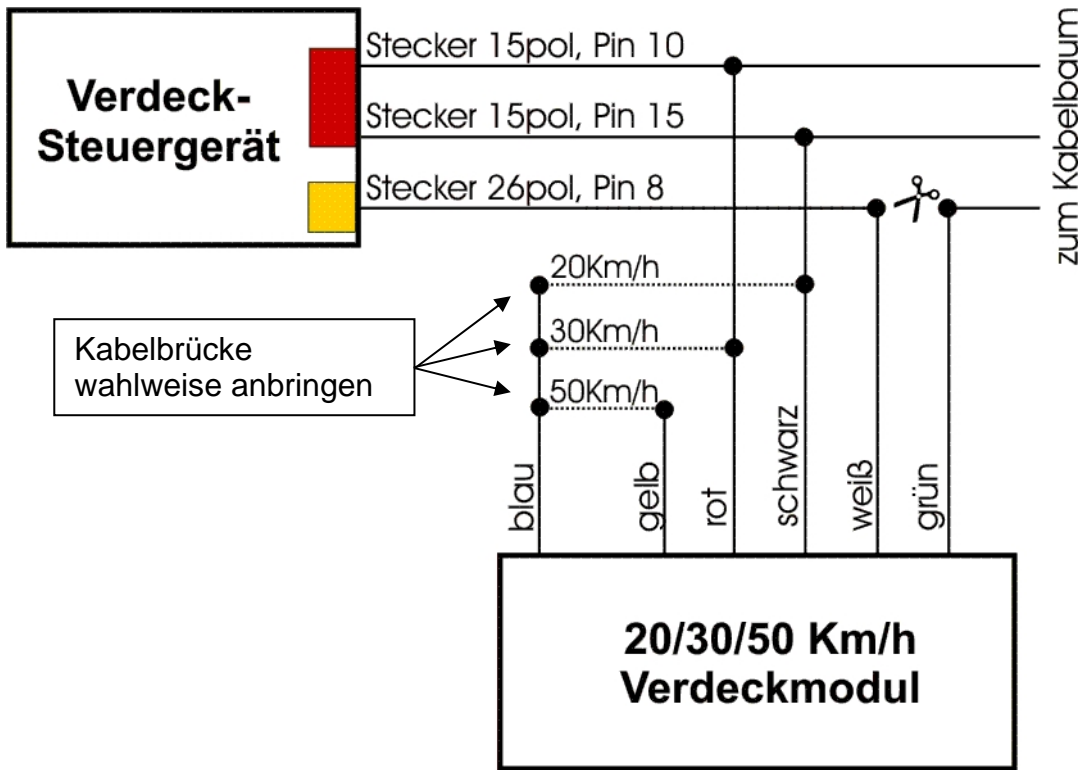

Bild 7: Verkabelung des Moduls
7. die Kabel des Moduls werden wie in Bild 7 beschrieben mit den Kabeln des Steuergeräts verbunden. Die sicherste Verbindung wird durch Löten erzielt.
8. die Einstellung der Geschwindigkeit erfolgt mit dem blauen Kabel des Moduls. Verbinden Sie es mit dem schwarzen (20Km/h), roten (30Km/h) oder gelben Kabel des Moduls. Siehe dazu auch Bild 7